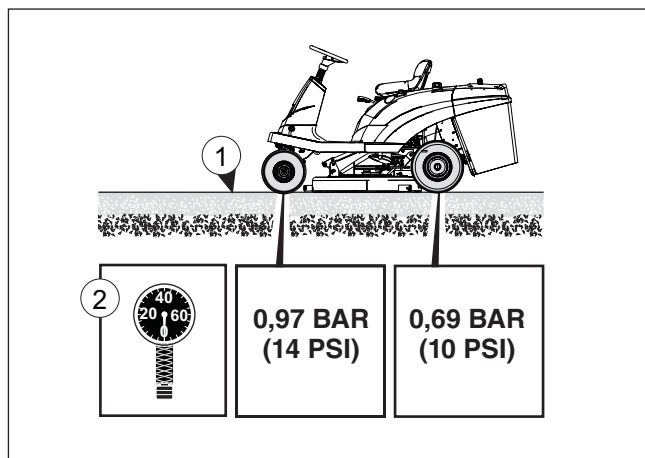
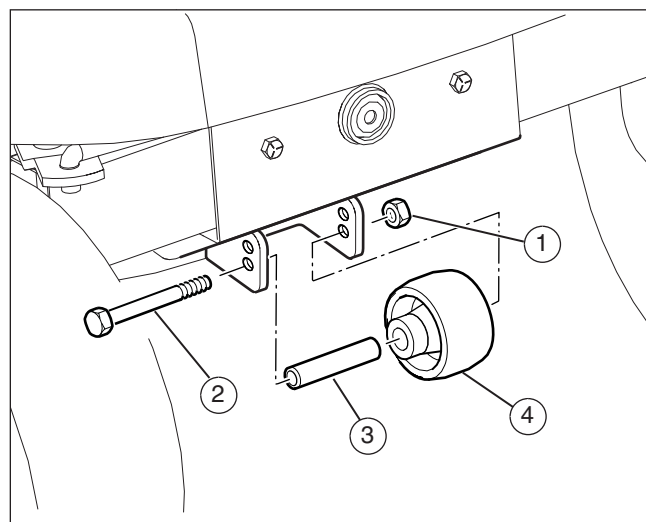
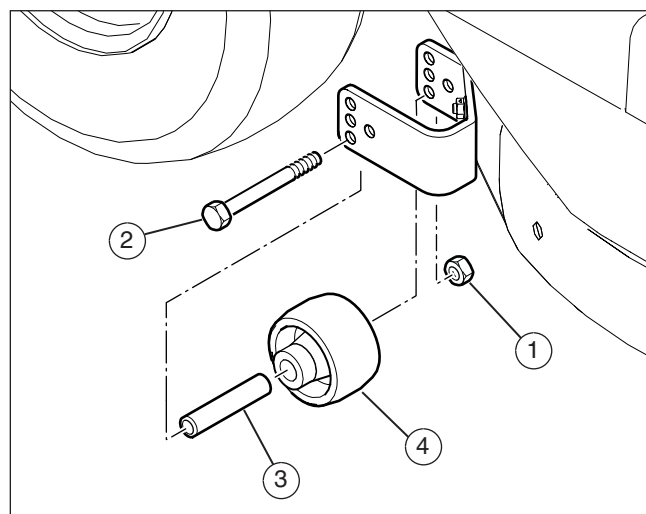

Figura 24
Figura 25
Figura 26
1. Asegúrese de que la unidad esté sobre una superficie plana dura (1) (consulte la **Figura 24**).
2. Revise la presión de aire de los neumáticos (2). Si la presión de aire es incorrecta, la plataforma del cortacésped no cortará al nivel que desee. Asegúrese que los neumáticos estén inflados a: Neumáticos delanteros 0,97 BAR (14 PSI), neumáticos traseros 0,69 BAR (10 PSI).
3. Retire la rueda reguladora de la parte delantera de la plataforma del cortacésped (**Figura 25**) y las dos ruedas reguladoras que se encuentran en la parte posterior de la plataforma del cortacésped (**Figura 26**).
12. Vuelva a instalar las ruedas reguladoras en los soportes de la plataforma del cortacésped (consulte la **Figura 25 y 26**).
1. Retire la tuerca (1), el perno (2), el manguito (3) y la rueda reguladora (4) del soporte (consulte la **Figura 25 y 26**).